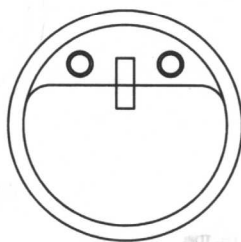

图 5-7 绘制矩形
7. 选择“绘图”/“矩形”命令,绘制一个尺寸为35mm×100mm的矩形,如图5-7所示。